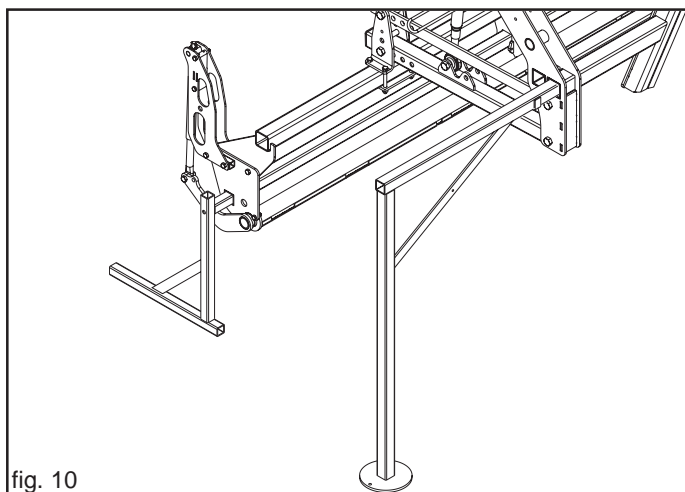

fig. 10
- inserire i puntelli anteriori in posizione di parcheggio (Fig. 10).
6) Sfilare i puntelli di sostegno (Fig. 10).